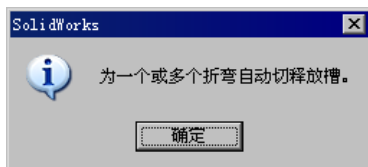

图 7.5.20 “SolidWorks”对话框
Step5. 单击“完成”按钮 ，系统弹出图 7.5.20 所示的“SolidWorks”对话框，单击 **确定** 按钮，完成将实体零件转换成钣金件的转换。